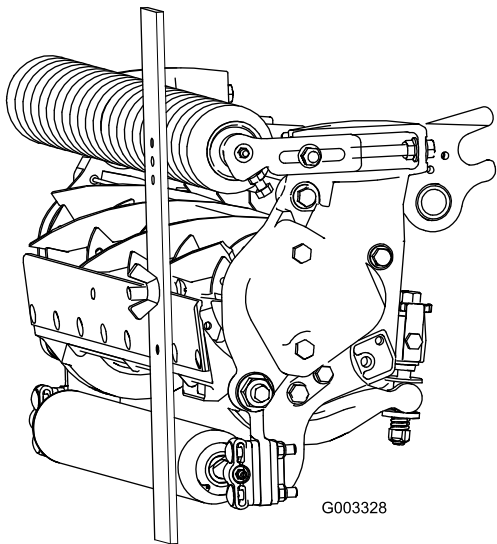

Bild 20
- Haken Sie den Schraubenkopf an die Schnittkante des Untermessers ein, und stützen Sie das hintere Ende der Leiste auf der Heckrolle ab (Bild 20).
- Drehen Sie die Einstellschraube, bis die Frontrolle die Messlehre berührt (Bild 20). Stellen Sie beide Enden der Rolle ein, bis die ganze Rolle parallel zum Untermesser ist.